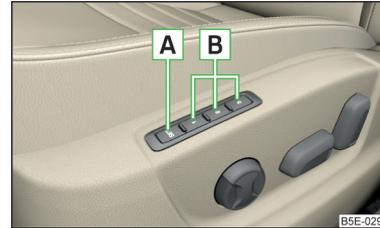

Abb. 69 Speichertasten und die SET-Taste
Die Memory-Funktion für den Fahrersitz bietet die Möglichkeit, die Fahrersitz- und Außenspiegelposition zu speichern. Jeder der drei Speichertasten **B** » Abb. 69 kann eine Einstellposition zugeordnet werden.
- › Die Taste **SET** **A** » Abb. 69 drücken.
- › Die gewünschte Speichertaste **B** » Abb. 69 drücken.
› Kurz die gewünschte Speichertaste **B** » Abb. 69 bei ausgeschalteter Zündung und geöffneter Fahrertür drücken.
› Eine beliebige Speichertaste **B** » Abb. 69 auf Seite 91 drücken und gedrückt halten. Nachdem der Sitz die unter der betreffenden Taste gespeicherte Position eingenommen hat, gleichzeitig die Taste **Ⓜ** auf dem Funkschlüssel innerhalb von 10 Sekunden drücken.
› Die **SET**-Taste **A** » Abb. 69 auf Seite 91 drücken und gedrückt halten. Gleichzeitig die Taste **Ⓜ** auf dem Funkschlüssel innerhalb von 10 Sekunden drücken.